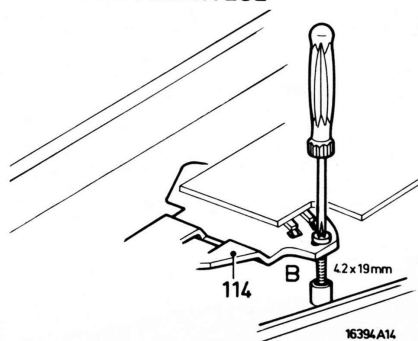

Fig. 7
3. Adjusting the automatic stop (Fig. 7)
3. Instelling automatische afslag (Fig. 7)